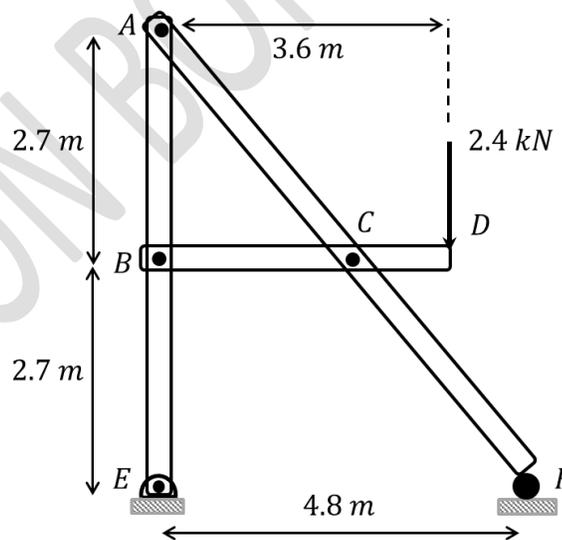

Fig. 6.23.
6.8.- Determinar las componentes de las fuerzas que actúan sobre el pasador fijo o nudo B del armazón mostrado en la Fig. 6.23.